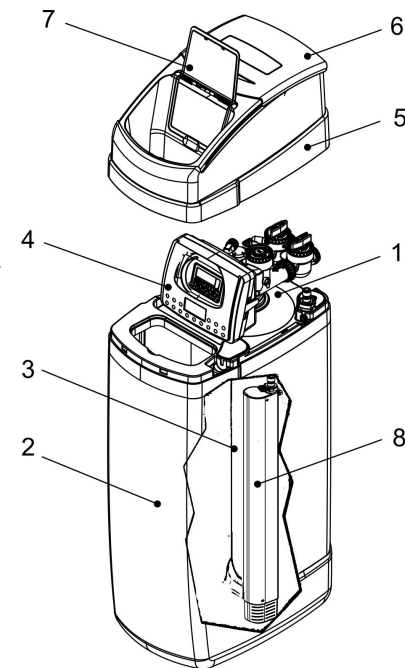

Рисунок 1
6.1 Изделие состоит из (Рисунок 1):
6.2 Фильтр состоит из (Рисунок 1):
6.8 Периодически изделие находится в режиме регенерации. Все операции процесса регенерации выполняются автоматически за счет давления исходной воды без использования промежуточных емкостей и насосов. Фильтр, входящий в состав изделия (рис. 1), имеет автоматическую систему управления, обеспечивающую регенерацию наполнителя в заданный момент времени после прохождения заданного объема воды (по счетчику) или через определенное число дней (по таймеру). В данном фильтре используется технология противоточной регенерации фильтрующего материала.